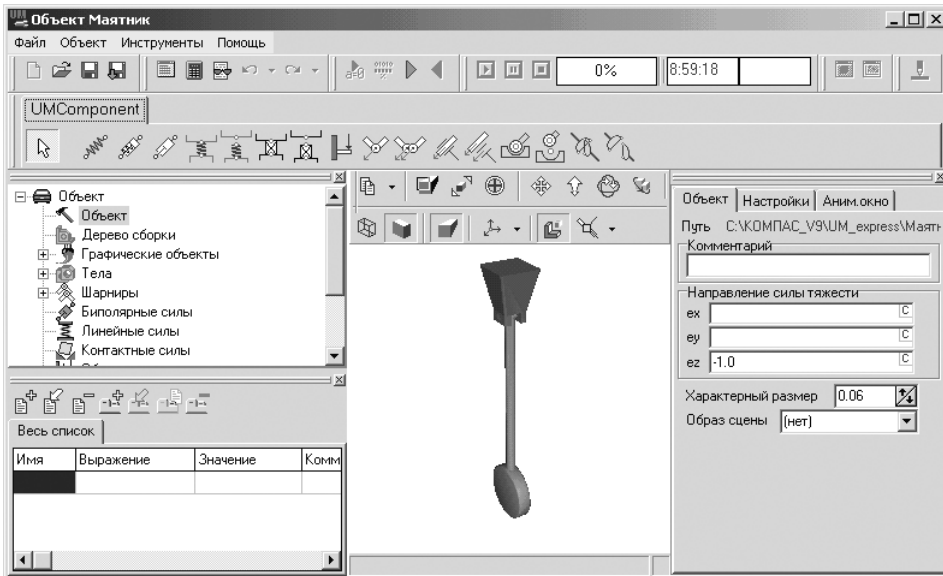

Рис. 1.8. Главное окно системы **Универсальный механизм** с открытым файлом **Маятник.umd**
- щелкните дважды на вкладке **Универсальный механизм** по пункту **Создать динамический объект**. Появится главное окно системы **Универсальный механизм**, см. рис. 1.8.